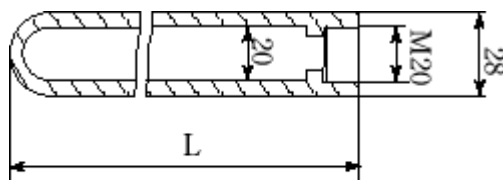

Рисунок 9 - Эскиз и масса гильзы термометров на трубопроводы более 50 мм
- защитная гильза на трубопроводы более 50 мм – при давлении измеряемой среды более 0,4 МПа и скорости потока более 1,5 м/с, рисунок 9;